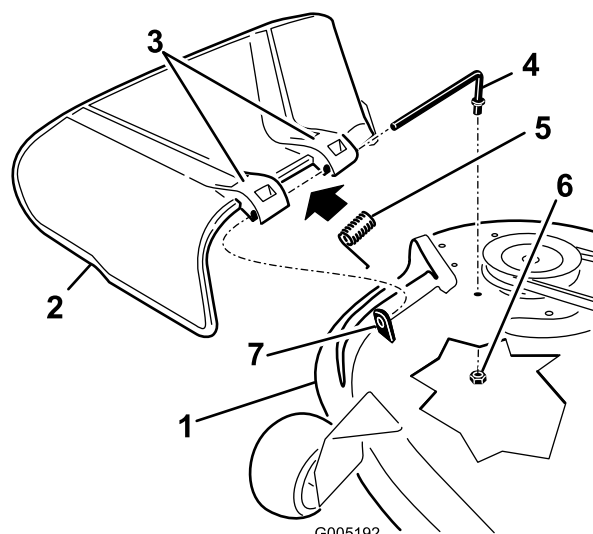

Figure 58
1. Repérez les éléments illustrés à la Figure 58.
2. Retirez l'écrou (3/8 po) de la tige, sous le tablier de coupe (Figure 58).
3. Sortez la tige de la courte cheville de positionnement, du ressort et du déflecteur d'herbe (Figure 58). Enlevez le déflecteur s'il est endommagé ou usé.
4. Remettez en place le déflecteur d'herbe (Figure 58).
6. Placez le ressort sur la tige, les fils d'extrémité dirigés vers le bas, entre les supports du déflecteur d'herbe. Insérez la tige dans le deuxième support du déflecteur d'herbe (Figure 58).
7. Insérez la tige à l'avant du déflecteur dans la courte cheville de positionnement sur le tablier. Fixez l'extrémité arrière de la tige dans le tablier de coupe à l'aide d'un écrou (3/8 po) (Figure 58).